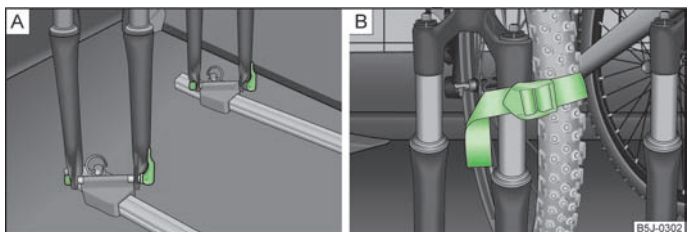

Fig. 56 Colocação da bicicleta / Exemplo de fixação da roda dianteira
- ▶ Coloque o garfo da bicicleta no eixo de fixação e fixe com o tensor rápido » Fig. 56 - **A**.
- ▶ Guarde a roda dianteira desmontada, de preferência, entre a manivela do pedal esquerdo e o quadro da bicicleta e fixe-a com uma cinta na forquilha dianteira » Fig. 56 - **B** ou num dos elementos de fixação.